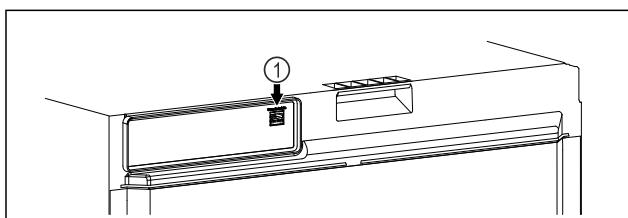

Fig. 141
SmartModule Fig. 141 (1) je nasadený.